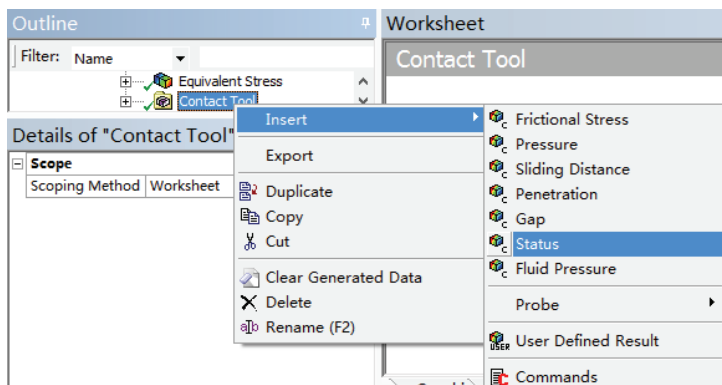

图 8-36 添加接触状态
2) 右键选择 Contact Tool 对象，然后在快捷菜单中选择 Insert>Status，如图 8-36 所示，此时在树结构图中会出现 Status 选项。